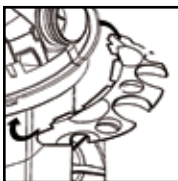

FIGURA 15
22. Con la parte posterior de la unidad mirando hacia usted, tome el portaherramientas y colóquelo con las lengüetas mirando hacia la parte posterior de la cubierta del depósito. **FIGURA 15.**